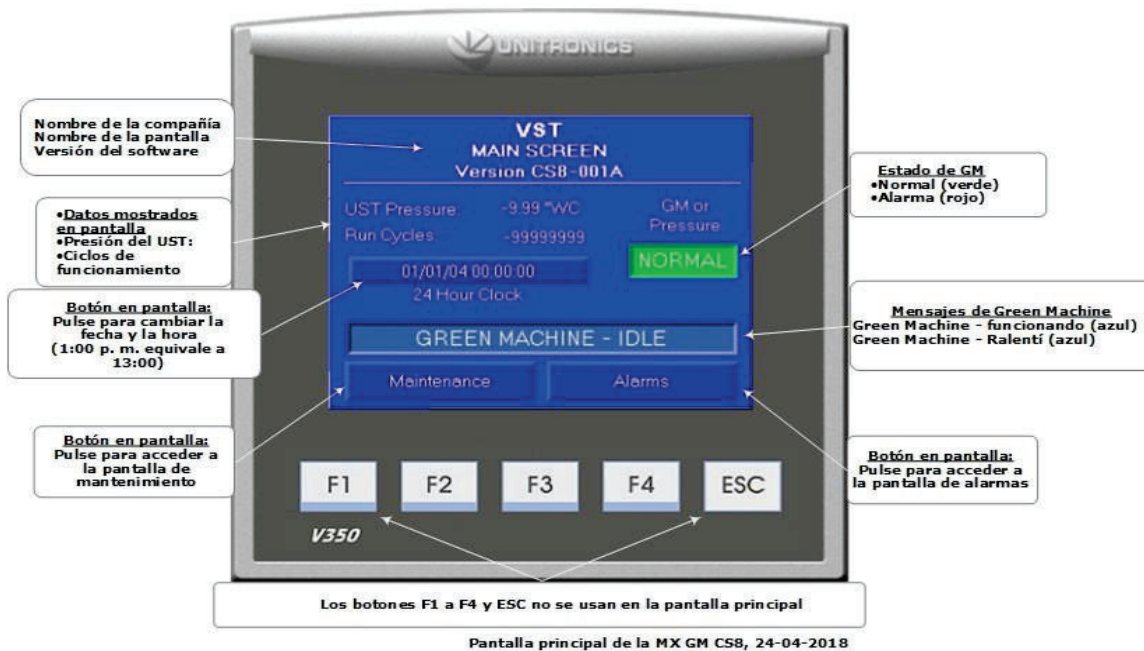

Figura 6-11: Pantalla principal
1. En la pantalla principal, presione el botón de fecha y hora. Se abrirá la pantalla de la interfaz de fecha y hora. **Vea la Figura 6-11.**